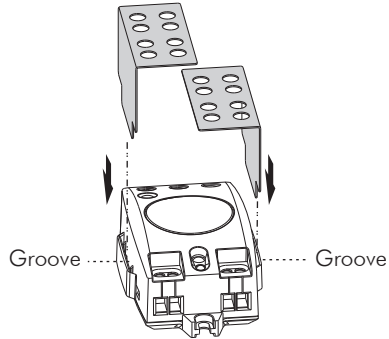

FIG.4
5.2.1 Fixation de l'écran métallique : introduire l'écran métallique dans la rainure du logement (voir Fig. 4).